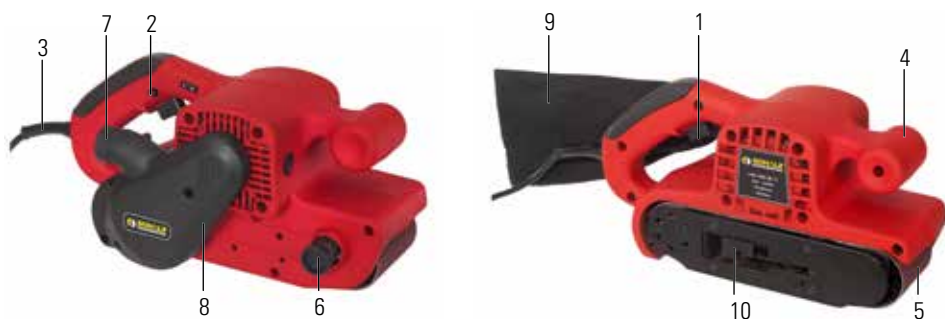

FIGURA 1
1. Levante a alavanca de tensão da cinta (item 10 - figura 1);